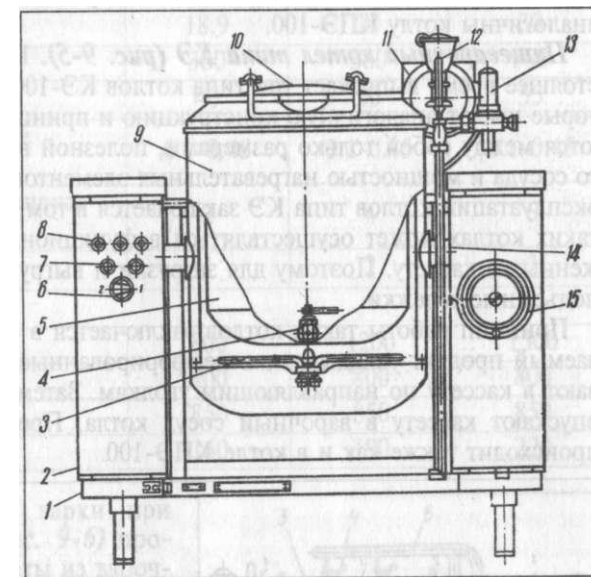

Рис. 9-4. Котел КПЭСМ-60М
**Котел пищеvarочный электрический секционный модульный КПЭСМ-60М.** Котел КПЭСМ-60М (рис. 9-4) аналогичен по конструкции, принципу работы и эксплуатации котлу КПЭСМ-60,